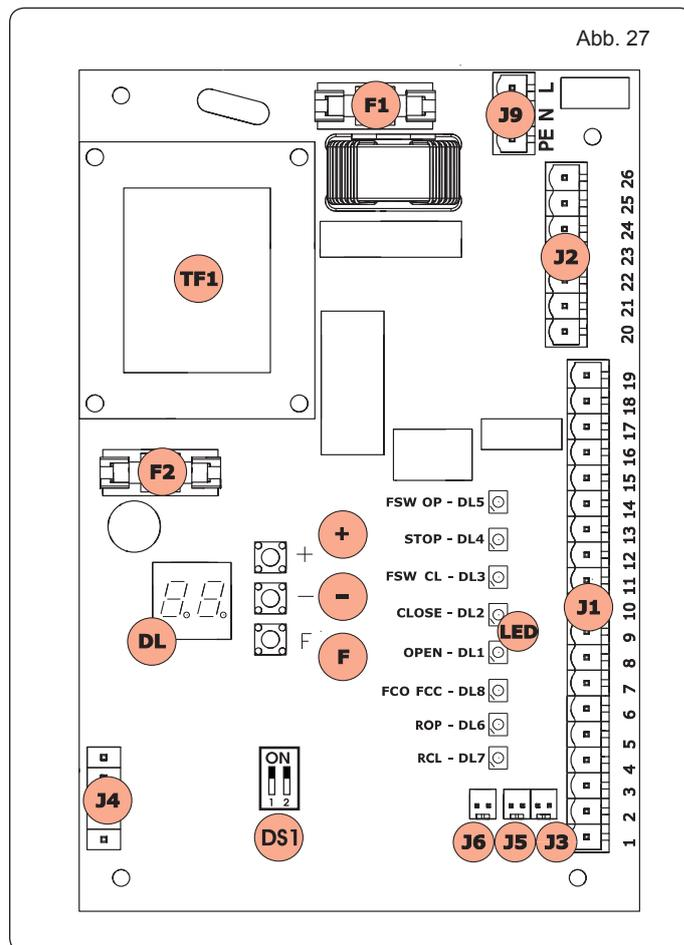

Abb. 27
11.4.7 FREQUENZWÄHLER DS1 (ABB. 27)